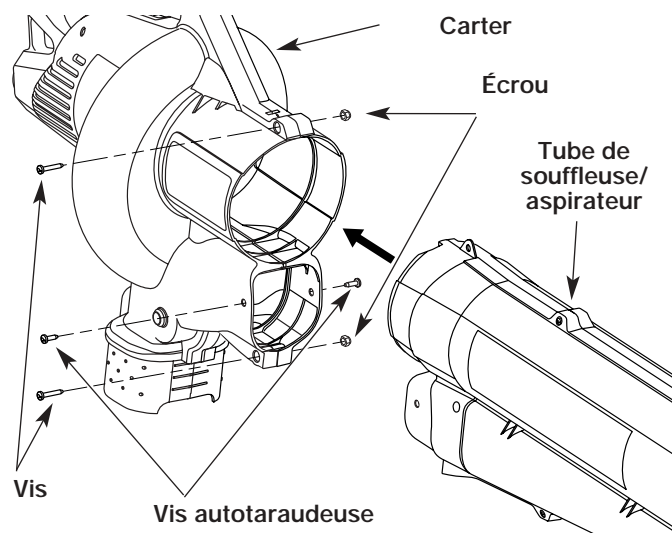

Fig. 1
2. Insérez complètement le tube de souffleur/aspirateur dans l'ouverture du carter jusqu'à ce que les trous des pattes du tube soient alignés avec ceux des vis du carter (Fig. 1).
3. Introduisez les 2 (deux) vis à filets interrompus 8-32 x 3/4" Torx T20 dans le côté droit du carter et les 2 (deux) écrous dans le côté gauche du carter (Fig. 1).